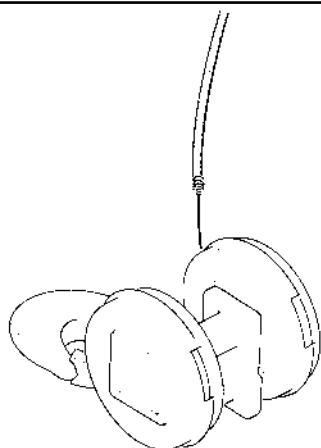

fig. 58
2. Ôter les attaches de la moufle inférieure si elle n'a pas encore été mise en place sur le palan, la positionner au sol et prendre soin de la lever avec des moyens appropriés si son poids dépasse 30 kg (si le poids est supérieur à 30 kg, il est indiqué sur le produit). Toujours utiliser le crochet comme point d'élingage ou de manipulation en cas de déplacement manuel (fig. 58).